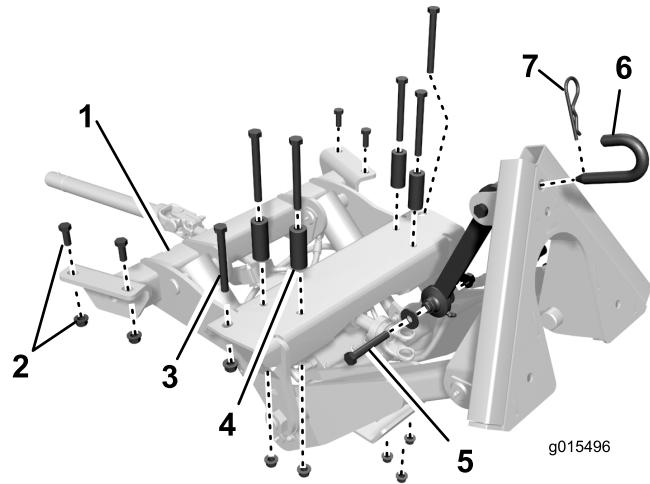
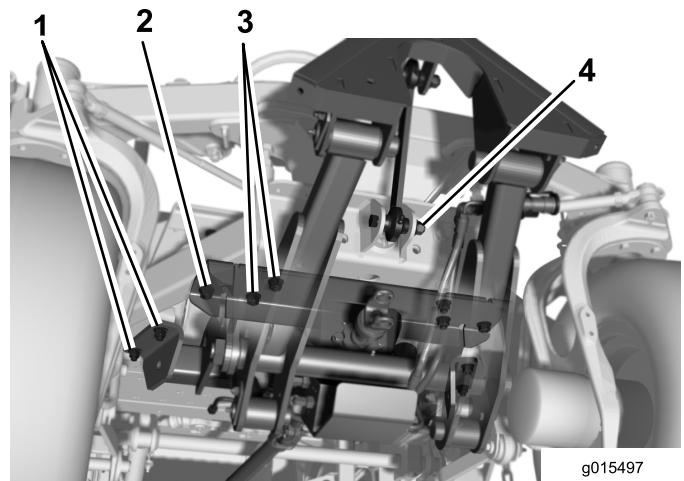
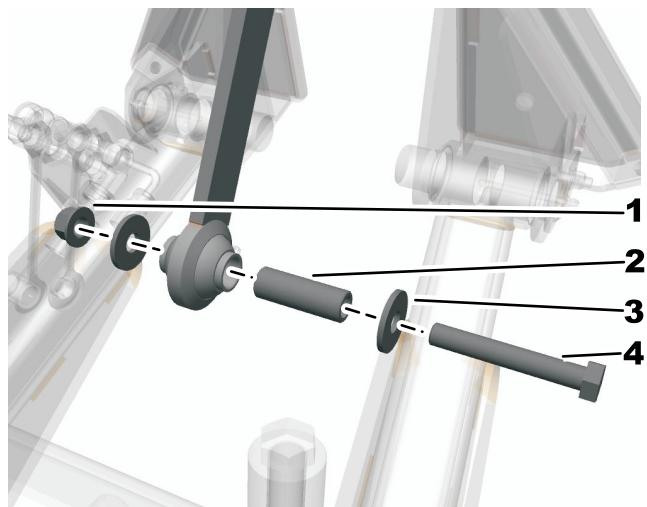

Figura 5
Figura 6
Figura 7
- Posicione a estrutura de ligação frontal por baixo da parte frontal da máquina (Figura 6).
- Eleve a estrutura de ligação frontal alinhando os furos de montagem com os furos nos canais da estrutura e placa transversal da estrutura frontal (Figura 6).
- Figura 5 mostra a vista superior do local, posicionamento e dimensão dos dispositivos de fixação utilizados para prender a estrutura de ligação frontal à parte inferior da estrutura da unidade de tracção.
- Na parte frontal do acessório, prenda o furo exterior, em cada lado, aos canais da estrutura com um parafuso 1/2 x 4-1/2 pol. e porca flangeada de 1/2 pol. (Figura 6).
- Na parte de trás do acessório, instale sem apertar cada lado aos canais da estrutura com 2 parafusos 1/2 x 1-1/4 pol. e porcas flangeadas de 1/2 pol. (Figura 6).
- Utilizando os restantes 4 furos de montagem, prenda o acessório à placa transversal da estrutura com parafusos de 1/2 x 4-1/2 pol., espaçadores e porcas flangeadas de 1/2 pol. (Figura 6). Posicione os espaçadores entre a cabeça do parafuso e a placa transversal.
- Prenda o conjunto articulado ao suporte do eixo com o parafuso de 1/2 x 3-1/4 pol., 2 anilhas de suporte e porca de bloqueio de 1/2 pol. (Figura 5 e Figura 6). As anilhas devem ser posicionadas no lado de fora das orelhas no suporte do eixo. Instale o espaçador e aperte a 91-113 N m (Figura 7).